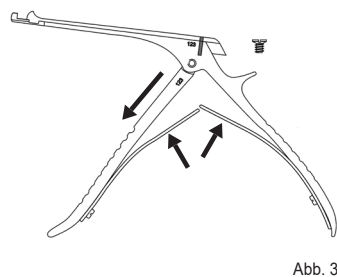

Abb. 3
- Biegen Sie die Federn auseinander und nehmen Sie die linke Branche nach unten weg (Abb. 3).